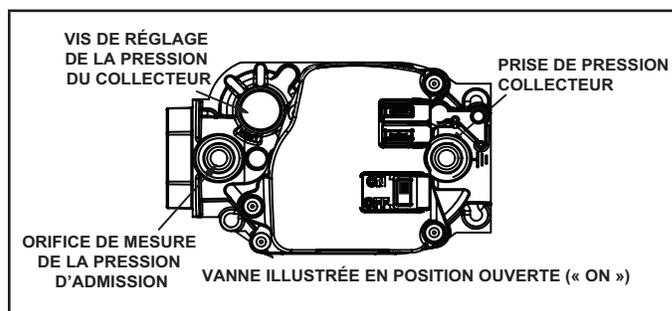

Figure 55
Fonctionnement de la vanne de gaz (Figure 55)
- 6 - Mettre le contacteur de la vanne de gaz sur «OFF». Voir la Figure 55.
- 8 - Mettre le contacteur de la vanne de gaz sur «ON». Voir la Figure 55.